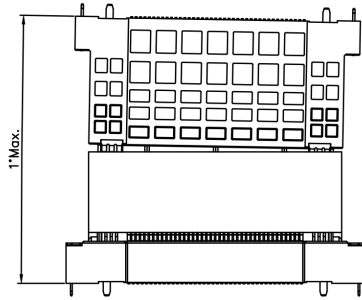
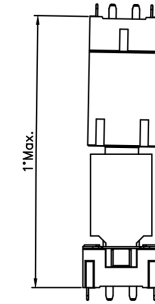

图 5/Fig.5
图 6/Fig.6
i.请在图 5,6 的角度下进行装配；
Please mate below the angle of the figure 5 and figure 6.